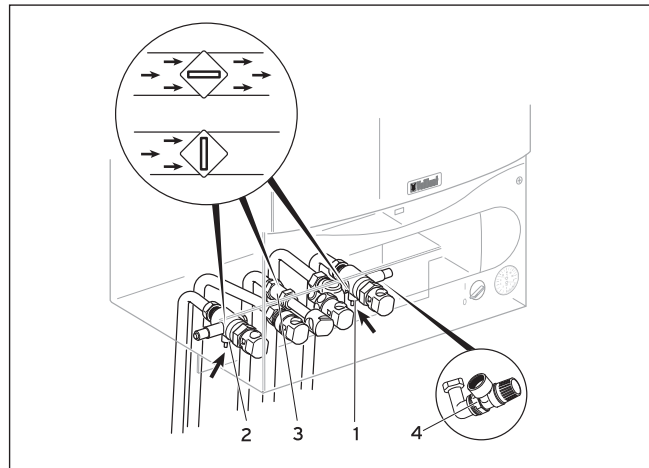

图4.3 打开保养阀
4.3.1 打开管路阀门(参见图4.3)
- 确认采暖供回水的保养阀（图4.3中的1和2）以及燃气路上的阀门都已经打开。